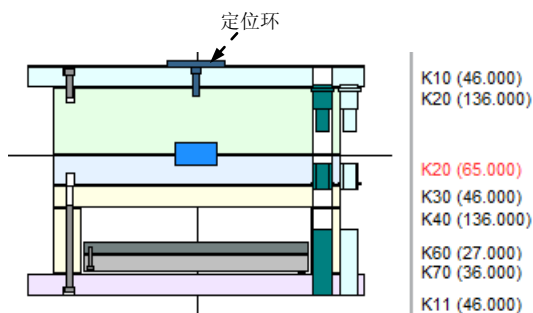

图 30.22 定义定位环
Step2. 定义定位环。在“模架定义”对话框中右击图 30.22 所示的定位环，此时系统弹出“定位环”对话框。在 **HG1 - 高度** 下拉列表中选择数值 15，然后单击 **确定** 按钮。